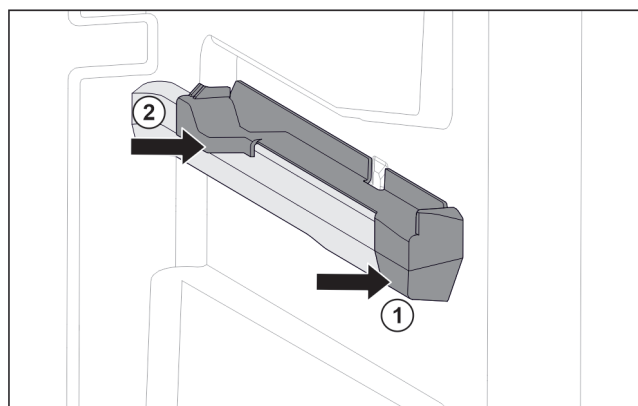

Fig. 70 Pieza de acoplamiento en la nervadura para recipientes derecha
- ▶ Coloque la pieza de acoplamiento delante en la nervadura para recipientes. Fig. 70 (1)
- ▶ Presione la pieza de acoplamiento por detrás. Fig. 70 (2)